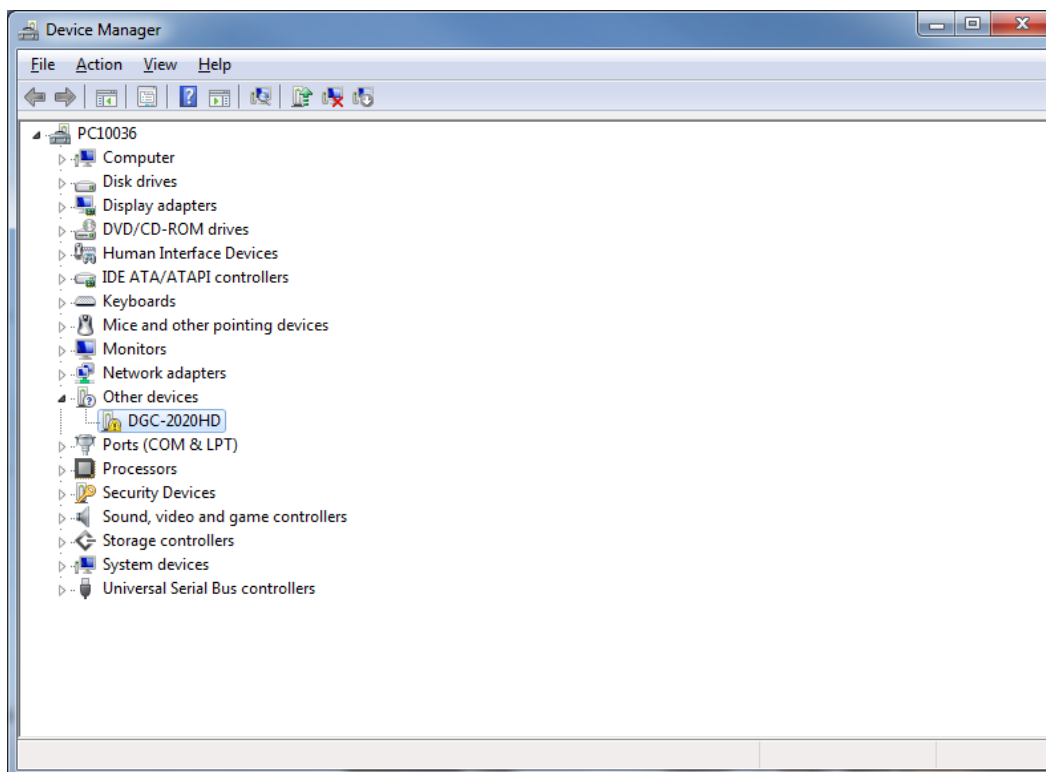

Figure 9-2. Gestionnaire de périphériques
Étape 2 : Ouvrez le Gestionnaire de périphériques de Windows® comme illustré dans la Figure 9-2. Faites un clic droit sur DGC-2020HD (ou Périphérique inconnu) sous Autres périphériques, puis sélectionnez Propriétés.